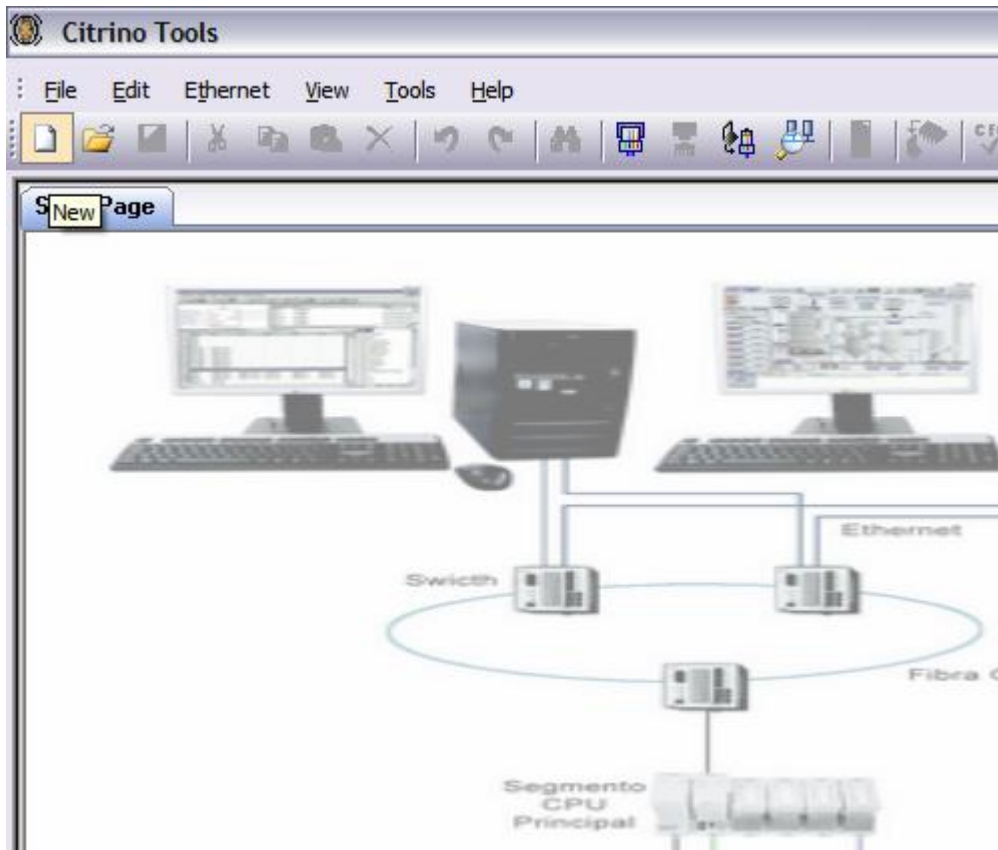

Figura 3.5.1 – Iniciando a página inicial do CitrinoTools
- 1) Com o Software CitrinoTools aberto, clique no ícone Novo (*New*) para começar uma nova configuração (arquitetura do sistema). Observe a Figura 3.5.1;